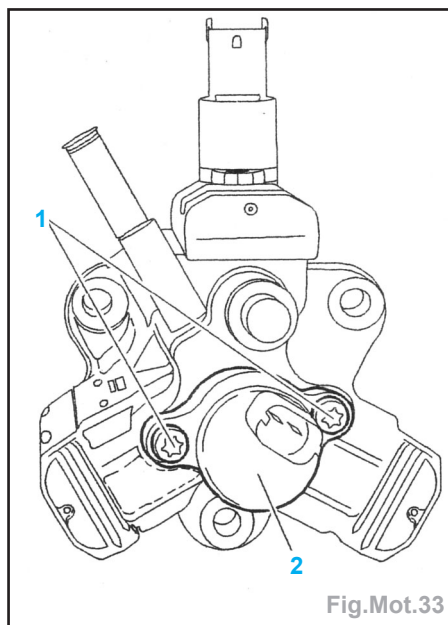

Fig.Mot.33
- Déposer les 2 vis (1) (Fig.Mot.33).
- Déposer le régulateur de pression (2) à la main, en réalisant des demi-rotations droite / gauche, simultanément à l'effort de traction.